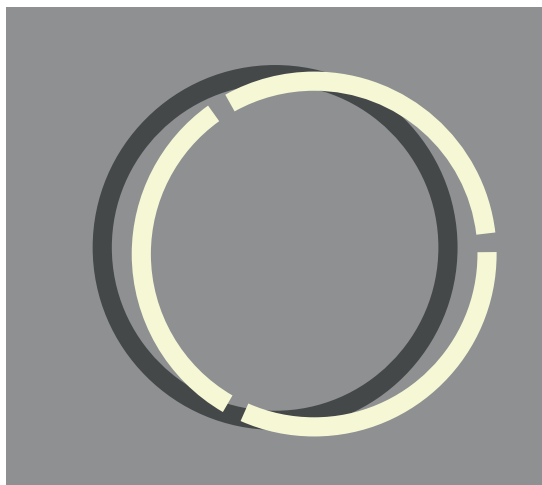

Рис. 3. Кольца не совмещены
6. В центрирующем телескопе, кроме темного фазового кольца объектива, должно появиться светлое кольцо диафрагмы (см. рис. 3).